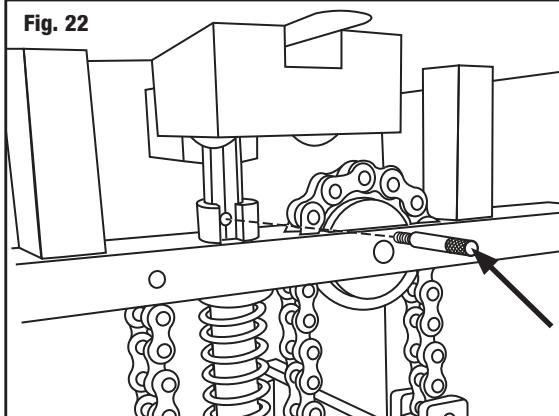

Fig. 22
2. Remove driver pin by pressing lever handle halfway and unscrewing pin. (**Fig. 22**)
2. Libérer le pousoir en appuyant à mi-chemin sur la poignée du levier et en dévissant la pointe. (**Fig. 22**)